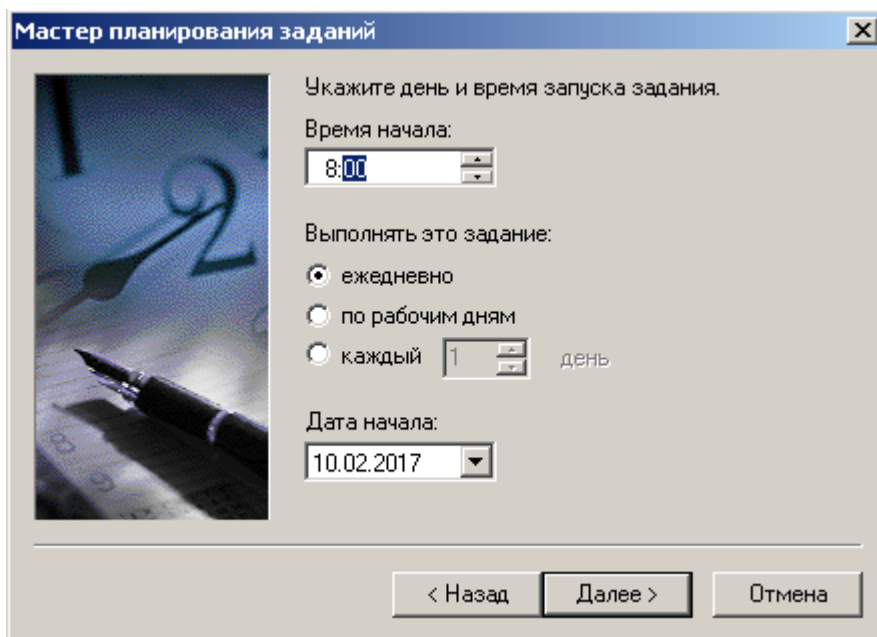

Рис. 13.
4) Выбрать переключатель **ежедневно** для **CheckAtt.exe** (**SKTO\_CreateMessagePTO\_CP.exe**, **CheckProvT.exe**, **DeleteSchedule.exe**, **Microelectronics.exe**) и нажать кнопку **Далее**. Откроется окно (рис. 13).